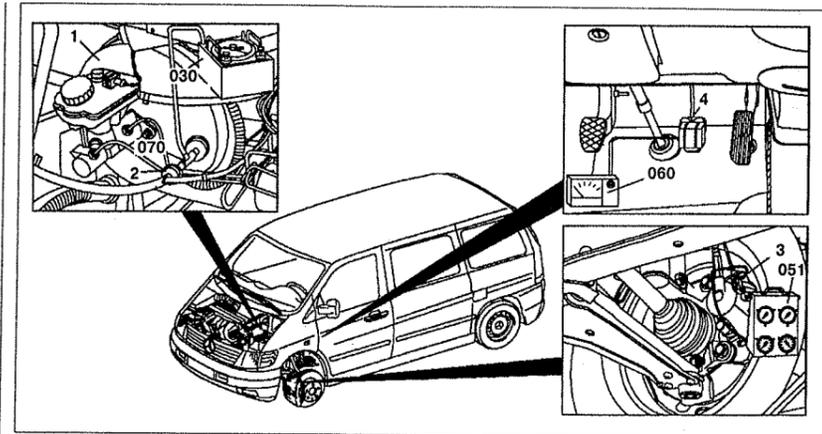

Рис. 9.3. Проверка вакуумного усилителя:
9. Присоедините тестер 030 к вакуумному усилителю 1 (см.рис.9.3).